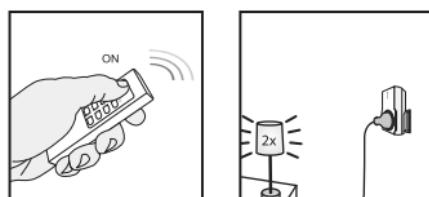

Рисунок 4. Программирование
5.3. Нажмите кнопку ON на пульте ДУ при активном режиме обучения (светодиодный индикатор мигает), чтобы задать его код в памяти приемника. Приемник включится/выключится 2 раза для подтверждения приема кода (рисунок 4). В память приемника может быть записан только один код от пульта. При перезаписи на другой пульт или другой канал пульта предыдущие значения стираются. При необходимости на один канал пульта можно записать несколько приемников. Для этого нужно повторить пункты 5.1–5.3 для других приемников. Данные в памяти сохраняются, когда приемник переподключается в другую розетку или в случае сбоя питания.